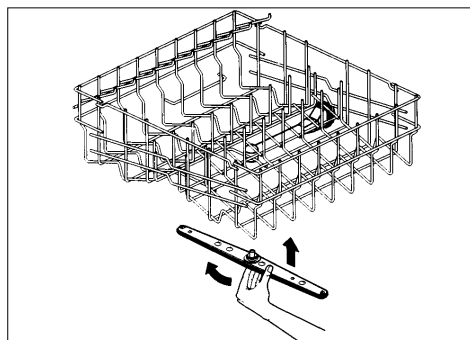

fig. 11
- Enlevez l'arroseur du haut en le tournant et en le tirant vers le bas (fig. 11).